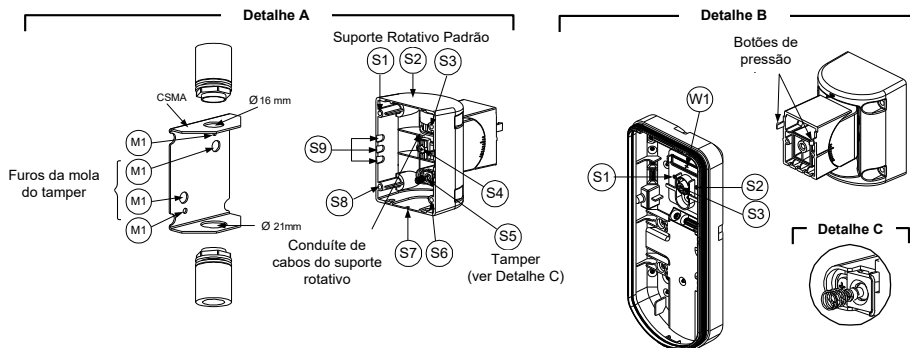

Figura 6
3. Abra os furos pré-marcados na base externa (Figura 6, Detalhe B)
4. No acessório do Suporte Padrão remova os furos pré-marcados de fiação S2, S7 ou S9 (Figura 6, Detalhe A).
5. Remova o tamper de parede da base interna (Veja o item: "Mudando a posição do tamper de parede") e conecte-o no S5 (Figura 6, Detalhe A) do Suporte Padrão.
- a. Insira o cabeamento externo através dos furos pré-marcados S2, S7 ou S9 e puxe-os (incluindo a fiação de tamper) Através da passagem de fiação do suporte padrão (Figura 6, Detalhe B).
- Insira os cabos externos e os fios do tamper na passagem de fiação do Conduíte (Figura 6, Detalhe A).
- Insira os fios do tamper e os cabos externos através do furo pré-marcado W1 do Suporte Padrão na base externa (Figura 6, Detalhe B).